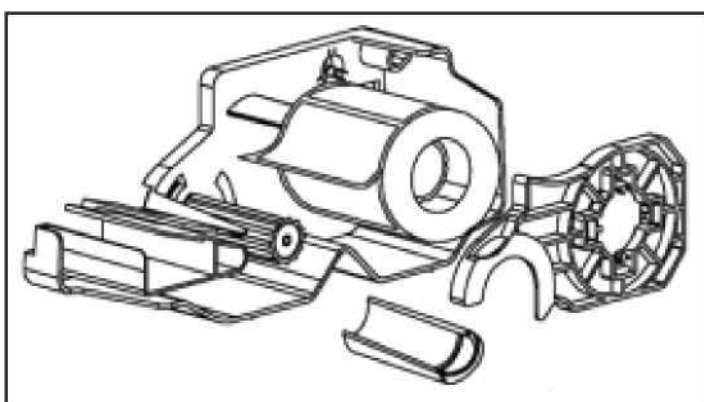

Рисунок 1.18 – Установка нового рулона
5. Установите новый рулон (см. рисунок 1.18).